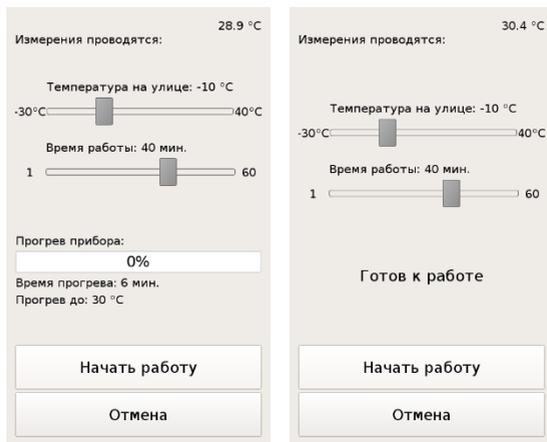

Рисунок 27 Окно настроек прогрева прибора для работы на улице
- Настройка прогрева прибора для работы на улице и отключение прогрева при необходимости остаться в помещении. При нажатии на кнопку «Настройки прогрева» открывается окно (Рисунок 27), аналогичное настройкам при включении прибора. Перемещая